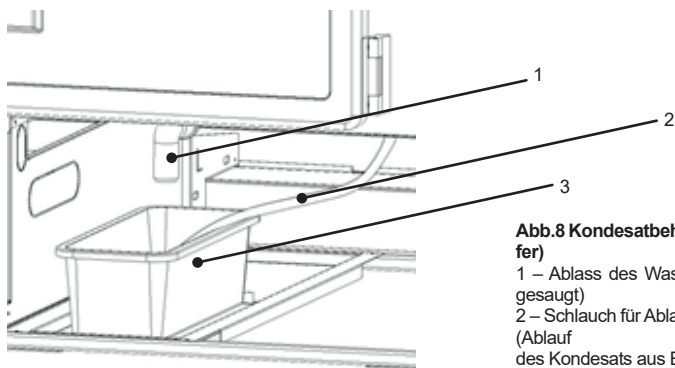

Abb.8 Kondensatbehälter (ohne Rotationsverdampfer)
9. Den Kondensatbehälter auf der Grundlage der Anlage unter dem Siphon gemäss Abb.8/3 oder Abb.9/3 stellen
Es ist empfohlen, einmal pro Monat soll der Betrieb der Anlage unterbrochen werden um das Innere der Anlage zu reinigen, natureller Reifbeschlag des Verdampfers, den Kondensator zu reinigen und die Türdichtungen zu prüfen. Ist die Anlage nicht mit dem automatischen Abdampfen des Kondesats nicht ausgestattet, soll das Kondesat vom Behälter entfernt werden, falls er befüllt wird. Abb.8. Die Anzahl (Häufigkeit) dieser Verfahren hängt von der Betriebsbedingungen der Anlagen (u.a. Luftfeuchtigkeit, wie oft die Türen geöffnet werden, Menge und Temepratur der einzulegenden Waren) ab.